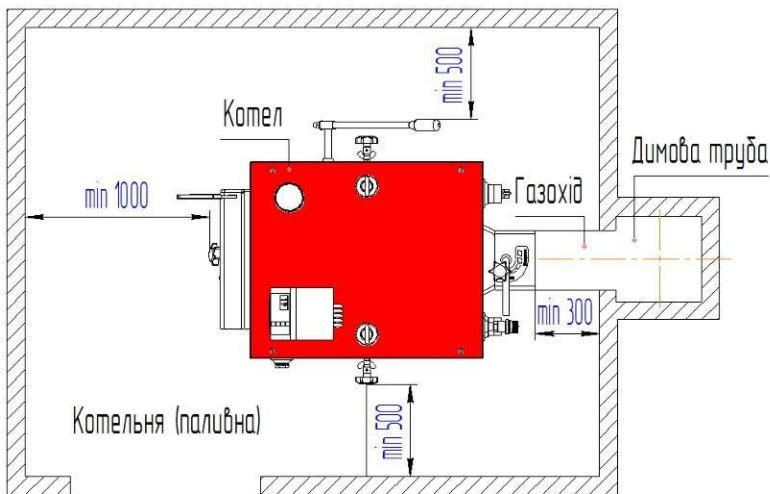

Рис.4 Схема встановлення котла в котельній (паливній)
- в котлах моделі «Ретра-5М» за допомогою регулятора тяги (див Рис.4);
6.3.2.2 Котел постачається в зібраним вигляді і не потребує спеціального фундаменту, однак необхідно встановити його на рівну горизонтальну поверхню з негорючих матеріалів. Під час встановлення котла необхідно забезпечити доступ до нього таким чином, щоб стіни котельної (паливної) не заважали завантаженню палива, чистці топки котла, а також доступу до вентилятора (див Рис.4).